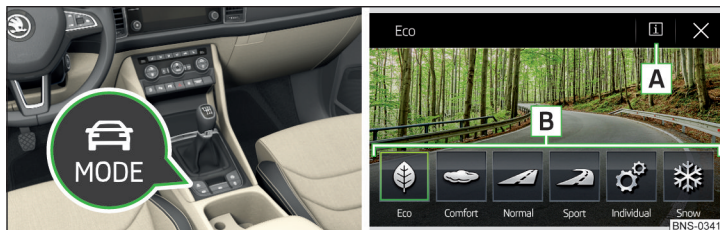

Fig. 308 Tecla para la selección del modo de conducción / Visualización en la pantalla Infotainment
► Pulse la tecla » fig. 308.
En la pantalla del Infotainment se muestran las siguientes superficies funcionales » fig. 308.
- Por la pulsación de la superficie funcional correspondiente en la pantalla del Infotainment » fig. 308.